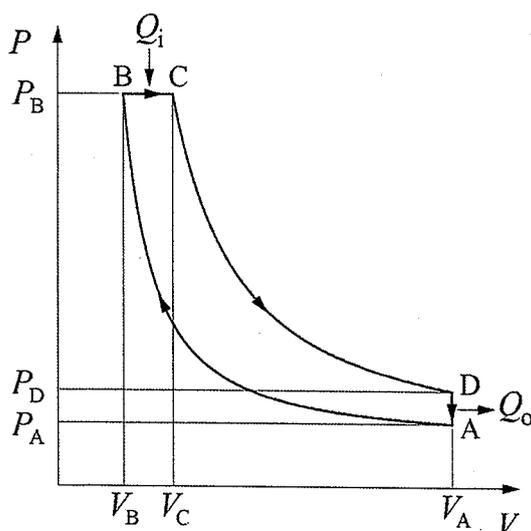

図2
[2] 図2に示すように、状態A, B, C, Dを変化する理想気体 1 molの熱力学サイクルを考える。ここで、状態A→BおよびC→Dの変化は断熱過程、状態B→Cの変化は等圧過程、状態D→Aの変化は等積過程とし、すべての状態変化は準静的に行われるものとする。各状態A, B, C, Dの圧力をそれぞれ P_A, P_B, P_C, P_D 、体積をそれぞれ V_A, V_B, V_C, V_D 、温度をそれぞれ T_A, T_B, T_C, T_D とする。理想気体の定圧モル比熱を C_p 、定積モル比熱を C_v 、一般気体定数を R_0 とする。 C_p および C_v は温度に対して一定であるとし、比熱比を $\kappa = \frac{C_p}{C_v} (>1)$
(1) 図2のサイクルの名称として適切なものを以下の(a), (b), (c), (d)より1つ選び、その記号を解答欄に示せ。